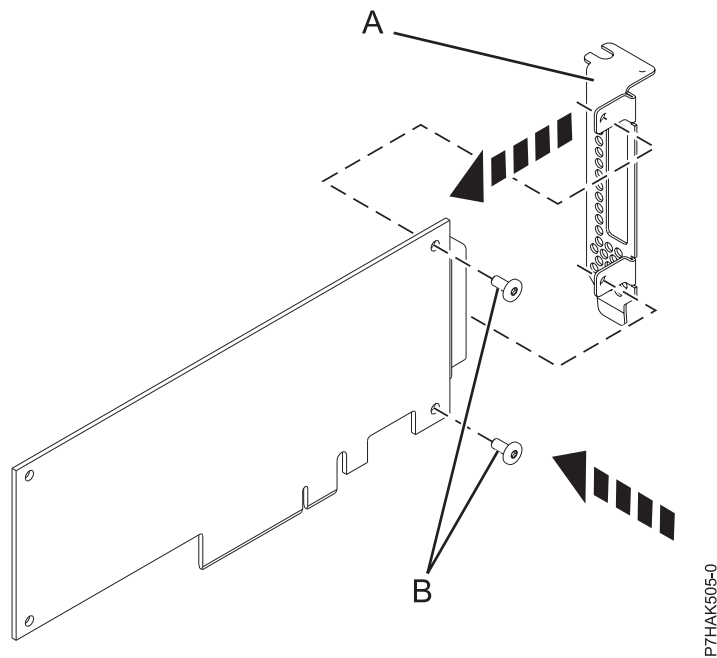

Figura 79. Fixació de la contrapunta de perfil baix a un adaptador PCIe
14. Mitjançant un tornavís Phillips i els dos cargols de retenció (B), fixeiu la contrapunta (A) de l'adaptador PCIe que falla a l'adaptador PCIe nou, tal com es mostra a la Figura 79 a la pàgina 90.